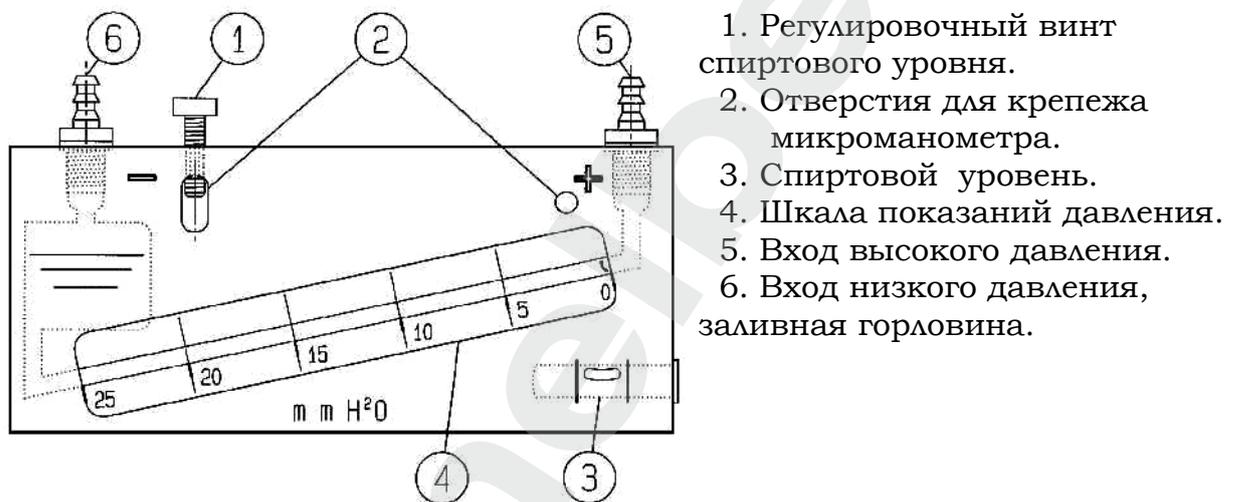

Рис. 3.5.1.
- Переверните главный выключатель (1) в позицию “I”.
- Поверните переключатель режимов работы (2) в положение «окраска».
- Включите двигатели вентиляторов с помощью выключателя (3).
- Установите желаемую температуру для процесса окраски на термоконтроллере (6) (ознакомьтесь с разделом, описывающим ввод параметров).
- Поверните переключатель (4) влево, для включения освещения.
**ВНИМАНИЕ!** Перед тем, как войти в кабину и начать окраску, убедитесь в том, что давление в камере, показываемое манометром (см. рис. 3.5.1.), находится в пределах от 1 до 8 мм H2O (мм вод. ст.). В противном случае отрегулируйте давление, как описано в п.3.6!
Для проверки давления внутри кабины вход высокого давления (поз. 5 Рис. 3.5.1.) должен быть соединен с внутренней частью кабины.
Фильтры пола заменяются в том случае, если давление в камере (см. манометр Рис. 3.5.1.) достигнет максимального указанного значения.